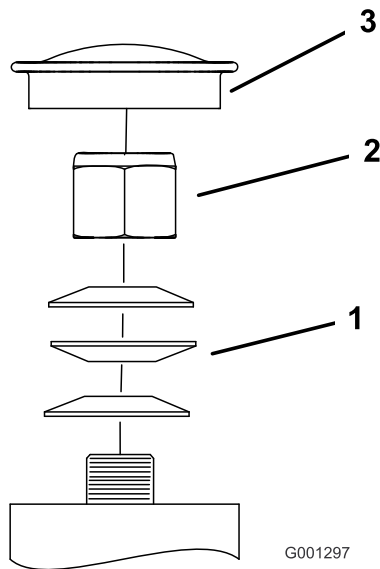

図 57
3. キャスタからダストキャップを外してロックナットを締め付ける 図 57。
4. スプリングワッシャが平たくつぶれるまでロックナットを締め付け、その位置から 1/4 回転もどすと、ベアリングに対して適切な予負荷がかかる 図 57。
重要スプリングワッシャが 図 57 のように正しく取り付けられていることを確認してください。
5. ダストキャップを取り付ける 図 57。